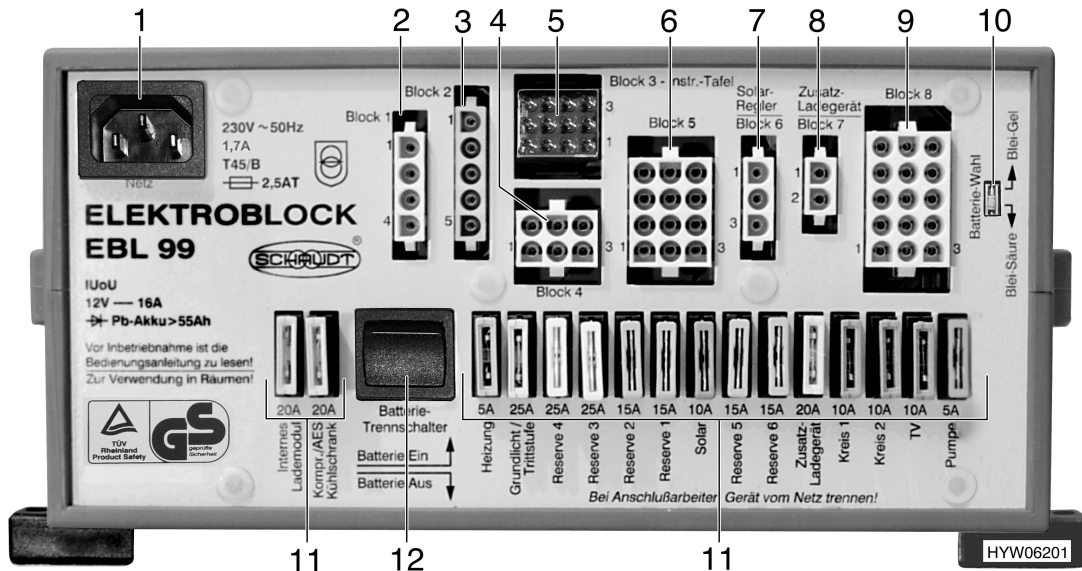

Bild 96 Elektroblock EBL 99
Der Elektroblock (Bild 96) befindet sich unter dem Beifahrersitz in der Sitzkonsole.
Am Batterie-Wahlschalter (Bild 96,10) kann das Lademodul im Elektroblock auf den Typ der im Fahrzeug eingebauten Wohnraumbatterie - "Blei-Gel" oder "Blei-Säure" - eingestellt werden.
- Batterie-Wahlschalter (Bild 96,10) mit einem dünnen Gegenstand einstellen, z. B. mit einer Kugelschreibermine.
Der Batterie-Trennschalter (Bild 96,12) schaltet alle 12-V-Verbraucher des Wohnbereichs aus, auch das Sicherheits-/Ablassventil der Heizung. Ausnahme: AES-Kühlschrank zusätzlich ausschalten. Damit wird eine langsame Entladung der Wohnraumbatterie vermieden, wenn der Motorcaravan über längere Zeit nicht benutzt wird (z. B. vorübergehende Still-Legung).
Die Verbraucher, die im Wohnteil an die 12-V-Versorgung angeschlossen sind, sind durch eigene Sicherungen abgesichert. Die Sicherungen sind im Motorraum, bei der Wohnraumbatterie und auf dem Elektroblock (Bild 96) zugänglich.